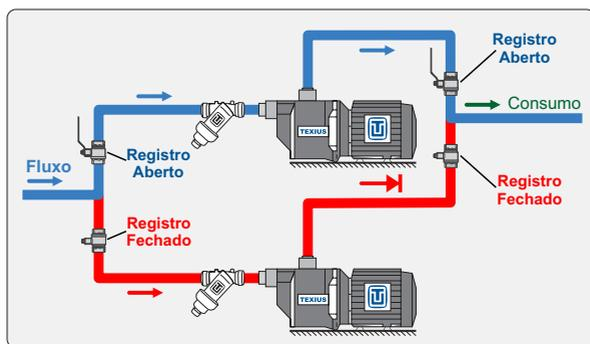

Figura 2
6.19 Recomenda-se a instalação de duas bombas em paralelo, uma em operação e a outra reserva nas instalações onde o fornecimento de água não possa ser interrompido (ver figura 2).